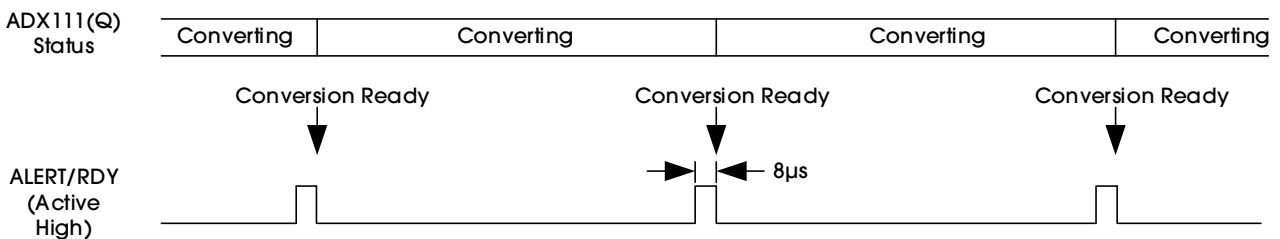

Figure 21. Conversion Ready Pulse in Continuous-Conversion Mode
ALERT/RDY 引脚也可以配置为转换完成指示引脚。将 `Hi_thresh` 寄存器的最高有效位设置为 1，将 `Lo_thresh` 寄存器的最高有效位设置为 0，以启用该引脚作为转换完成指示引脚。`COMP_POL` 位继续按预期运行。将 `COMP_QUE(1:0)` 位设置为 11 以外的任何 2 位值以保持 ALERT/RDY 引脚启用，并允许转换完成信号出现在 ALERT/RDY 引脚输出。`COMP_MODE` 和 `COMP_LAT` 位不再控制任何功能。当配置为转换完成引脚时，ALERT/RDY 还是需要有一个上拉电阻。在连续转换模式下，ADX111(Q) 在每次转换结束时在 ALERT/RDY 引脚上提供大约 8μs 的转换完成脉冲，如 Figure 21 所示。在单次模式下，ALERT/RDY 引脚在如果 `COMP_POL` 位设置为 0，则转换结束。